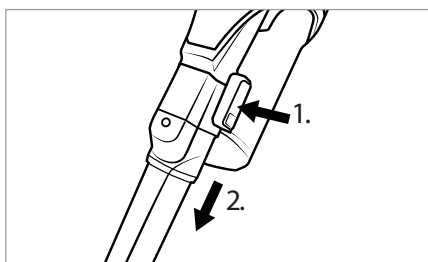

Bild 15
- ◆ För att ta av ett tillbehör håller du upplåsningsknappen på tillbehöret intryckt och drar loss det från dammsugarröret **23** eller dammsugarens insugsöppning (se bild 15).